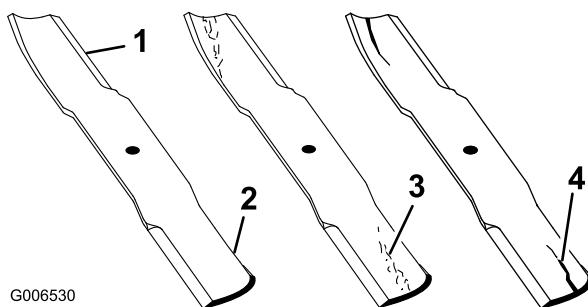

Figura 31
2. Verificate accuratamente i taglienti, con particolare attenzione ai punti d'incontro delle sezioni piatta e curva della lama (Figura 31). Sabbia e materiali abrasivi possono consumare il metallo che connette le sezioni piatta e curva della lama, per cui si consiglia di controllare la lama prima di usare la macchina. Se notate che la lama è consumata (Figura 31), sostituitela; vedere Rimozione della lama.
Se continuate ad usare la lama usurata, si forma una scanalatura tra la costa e la sezione piatta della lama (Figura 31). Alla fine, un pezzo di lama può staccarsi e venire lanciato dal sottoscocca, con il rischio di ferire gravemente voi o gli astanti.